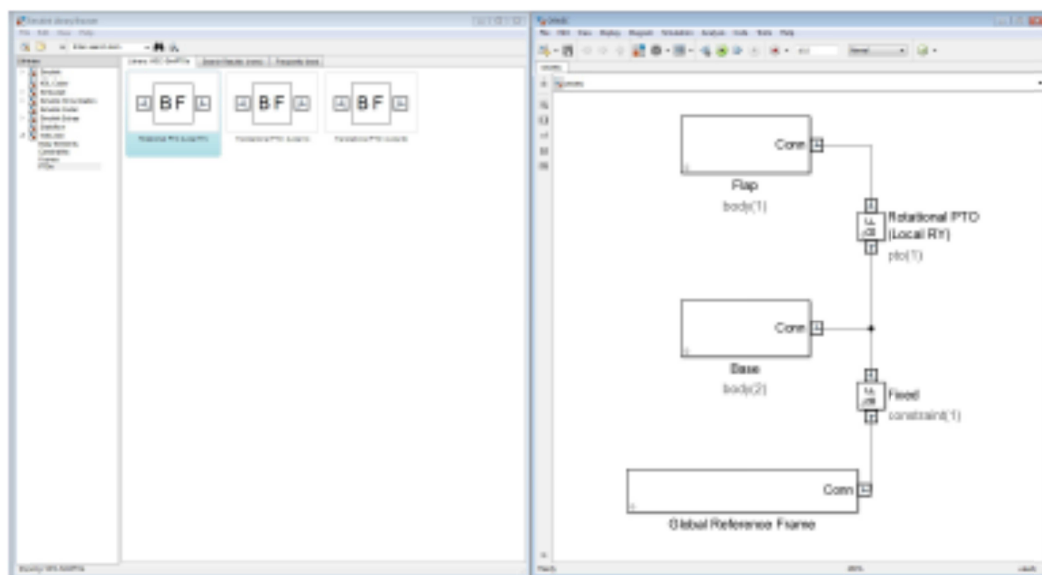

Figure 6.10: Adding pto and constraint blocks to the OSWEC WEC-Sim Simulink model
**ステップ 4:** 海底にプレートを接続するため、Floating 拘束ブロックを使用する。OSWEC 基礎はグローバル座標系に固定されるので、これが必要である。ステップ 4 と 5 接続図を図 6.10 に示す。